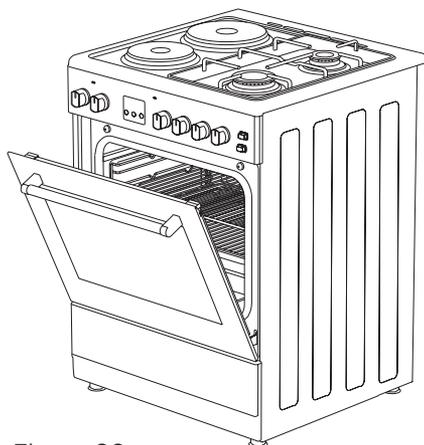

Figura 29
2. Mettere il pannello di sicurezza sotto al pannello di controllo aprendo il vetro della copertura anteriore del forno. (Figura 29)